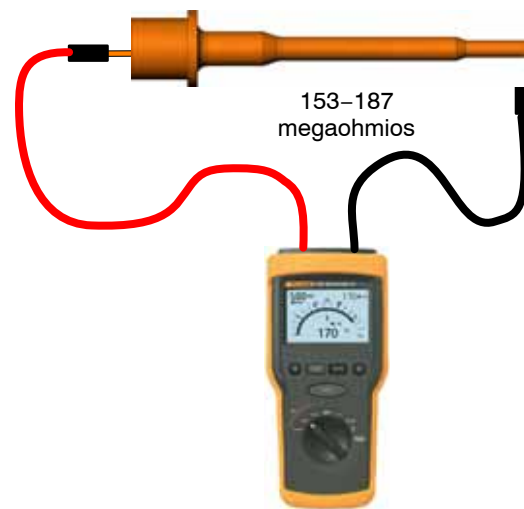

Figura 14 Prueba de resistencia de la resistencia
2. Ver la figura 14. Conectar las sondas del megaohmímetro al muelle de la resistencia y al muelle del electrodo.